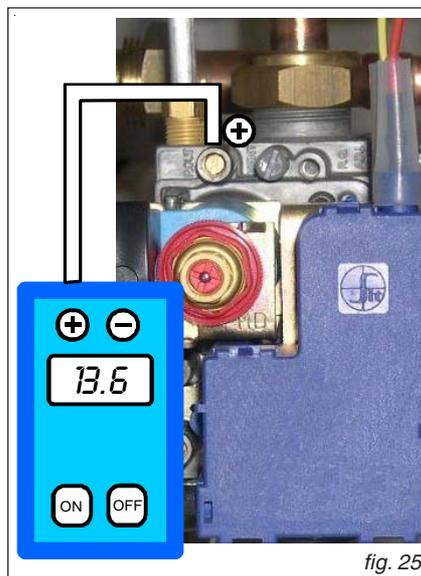
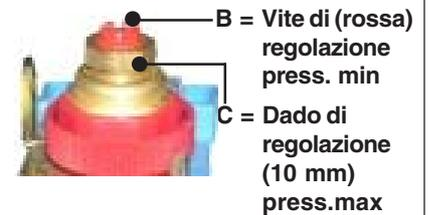

fig. 25
fig. 26
- Collegare un manometro differenziale facendo riferimento alle istruzioni fornite in fig. 25.
- Rimuovere il coperchio (A) che protegge il regolatore di pressione posto alla sommità della bobina modulante.
- Correggere eventualmente il valore tenendo bloccata la vite (rossa) "B" con un cacciavite a stella e girando con una chiave piatta da 10 mm il dado "C" (fig. 26) in senso ORARIO la pressione di uscita aumenta, girando in senso ANTIORARIO la pressione di uscita diminuisce.
- Correggere eventualmente il valore girando la vite (rossa) "B" con una cacciavite a stella (fig. 26) in senso ORARIO per aumentare, in senso ANTIORARIO per diminuire.